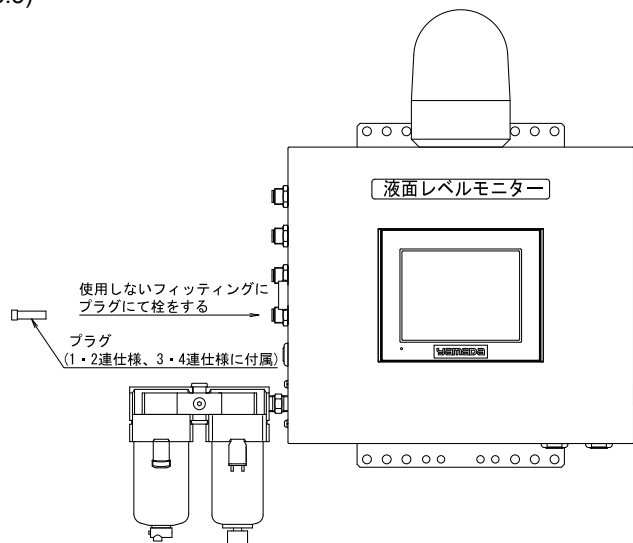

Fig.3.5
- 6) タンクが一台の場合は、1・2 連共通の警報盤を使用しますが、No.2 の「検知口」「出力圧」にはエア配管しない為、プラグ（付属品）を用いて、これらのフィッティングに栓をしてください。タンクが 3 台の場合には、3・4 連共通の警報盤を使用しますが、上記と同様 No.4 の「検出口」「出力圧」にプラグ（付属品）を用いてフィッティングに栓をしてください。(Fig.3.5)